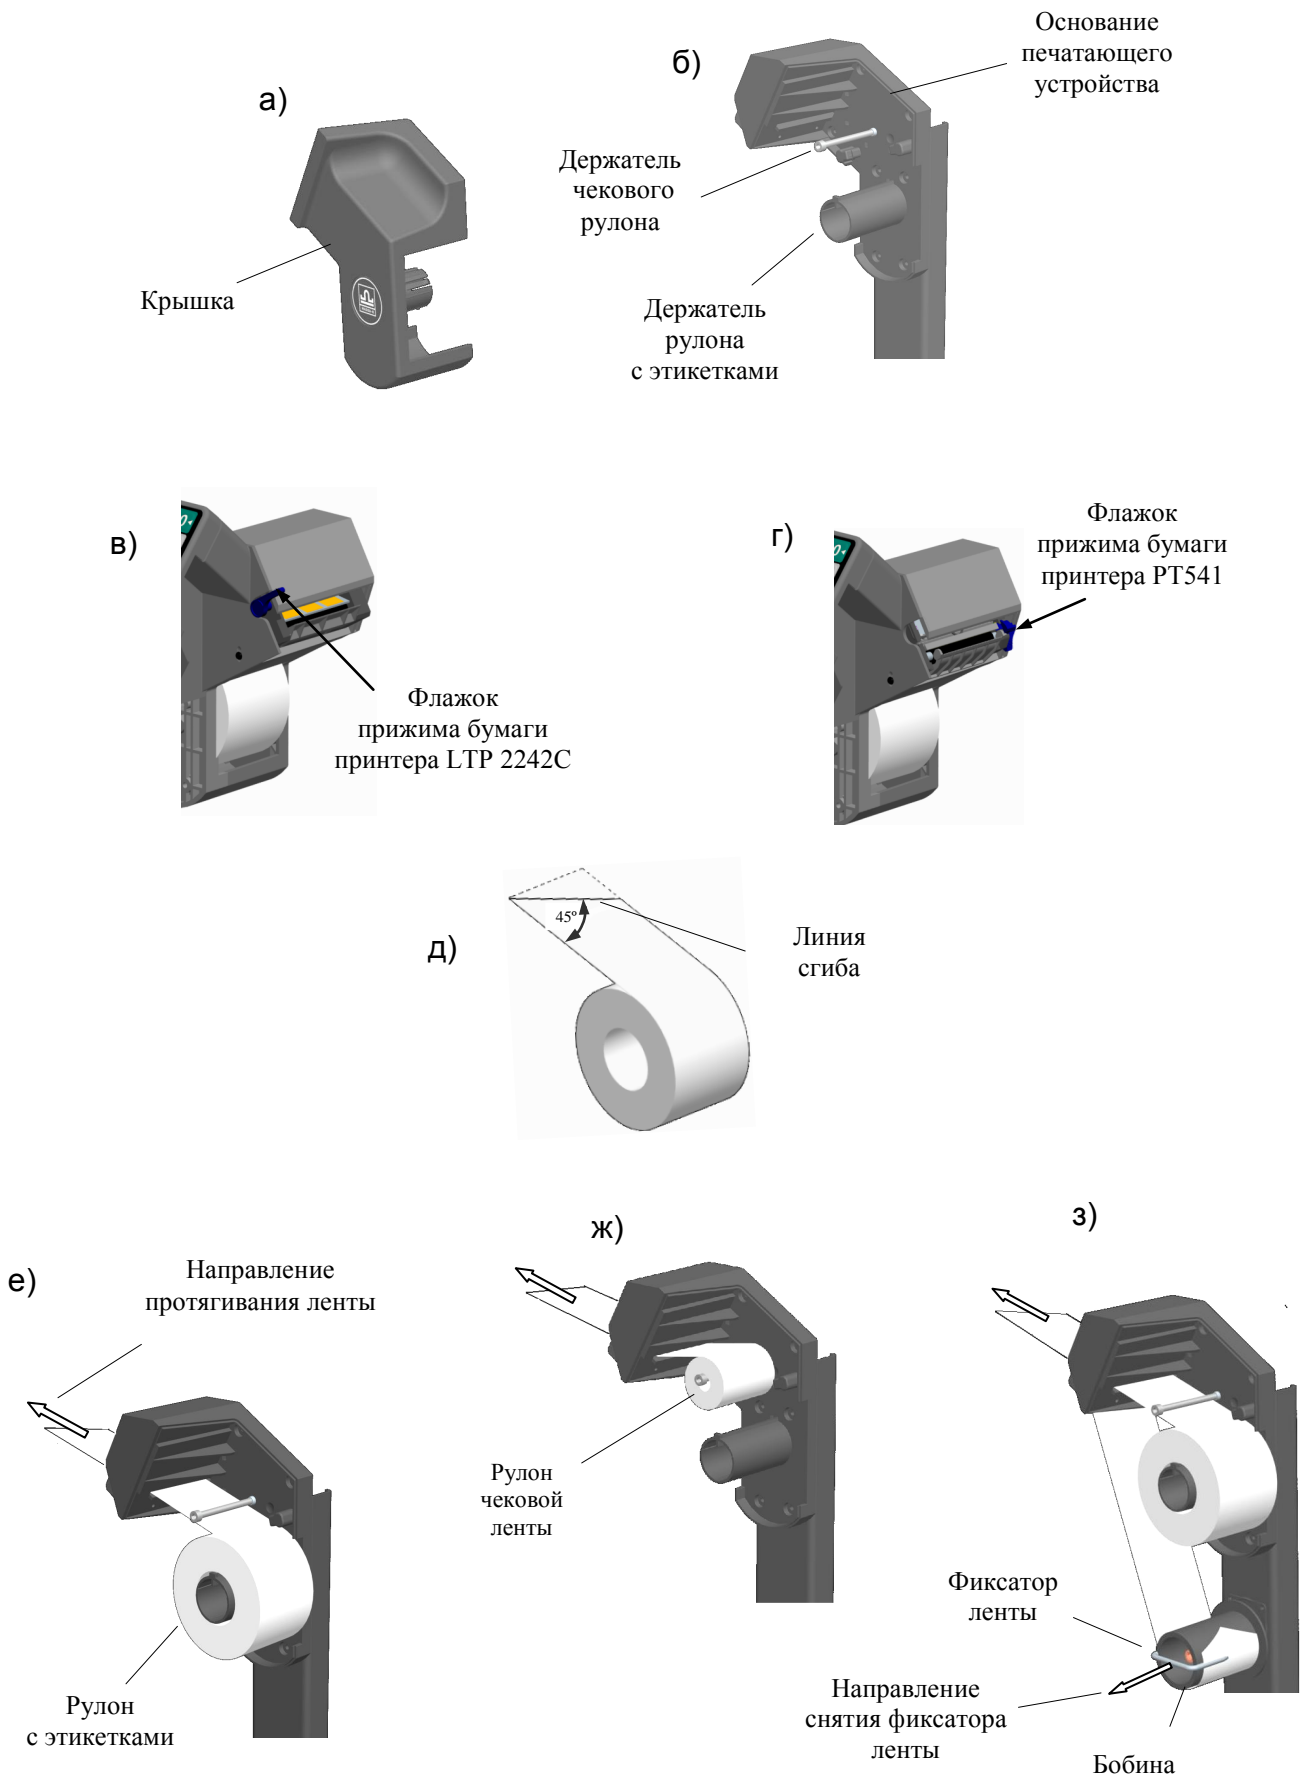

Рис. 2.3 - Установка рулонов в терминалах RP и R2P
- Легким рывком снять крышку печатающего устройства (Рис. 2.3 а, б).
- Поднять флажок прижима бумаги (Рис. 2.3 в, г).
- Плотно согнуть конец бумажной ленты нового рулона под углом 45° (Рис. 2.3 д).
- Надеть рулон на соответствующий держатель (Рис. 2.3 е, ж).
- Протянуть согнутый конец ленты через принтер в направлении, указанном стрелками (Рис. 2.3 е, ж).
- Снять фиксатор с бобины (Рис. 2.3 з).